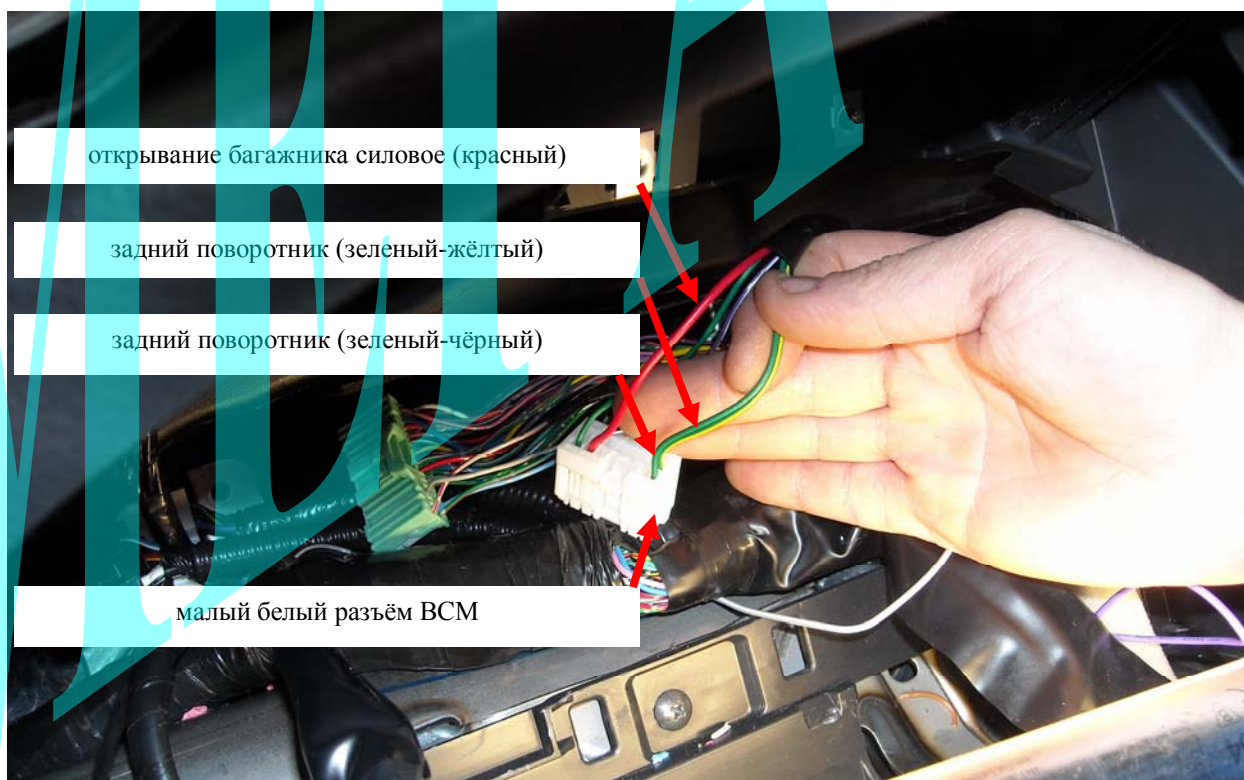

Рис. 4: Подключение аварийной сигнализации (задние поворотники) и опционного открывания багажника.
Также, фиолетовые провода разъема CN1 системы Scher-Khan Magicar 6 (B), используя диодную развязку (анодами к блоку сигнализации) следует подключить к зелёному-жёлтому, зелёно-чёрному (контакты 6 и 12) проводам расположенным в малом белом разъеме блока BCM (задние поворотники). См. рис. 4. Диоды должны иметь минимальную допустимую токовую нагрузку 6А.
Для реализации опционной функции открывания багажника необходимо серый-белый провод разъёма CN1 системы Scher-Khan Magicar 6 (B) подключить на красный провод малого белого разъёма блока BCM. См. рис. 4. А серый провод разъёма CN1 системы Scher-Khan Magicar 6 (B) соединить через предохранитель с питанием +12В.